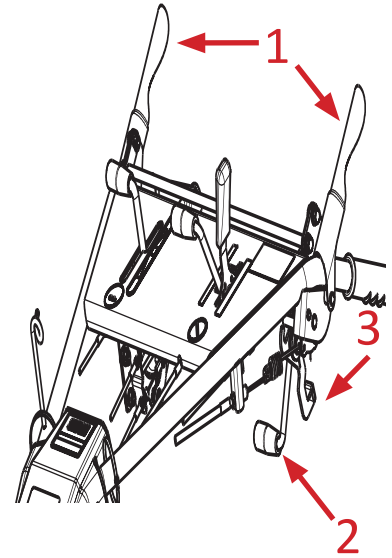

Bild 2
Drücken Sie den Spannhebel (Bild 2 Pos.1) an den Holm, um den Antriebskeilriemen zu spannen. Wenn Sie den Spannhebel loslassen, stoppt die Maschine.
Drücken Sie den Spannhebel (Bild 2 Pos.1) an den Holm, drücken Sie den Sperrhebel (Bild 2 Pos. 3) nach vorne und ziehen Sie den Messeruschalthebel (Bild 2 Pos. 2) nach hinten, um das Messer einzuschalten. Wenn Sie den Spannhebel loslassen, stoppt das Messer.
- Schalten Sie den Messerantrieb langsam ein, drücken Sie hierzu den Spannhebel für den Antriebskeilriemen (Bild 2 Pos. 1) an den Holm, drücken Sie den Sperrhebel (Bild 2 Pos. 3) nach vorne und ziehen Sie den Messerzuschalthebel (Bild 2 Pos. 2) nach hinten, um das Messer einzuschalten.